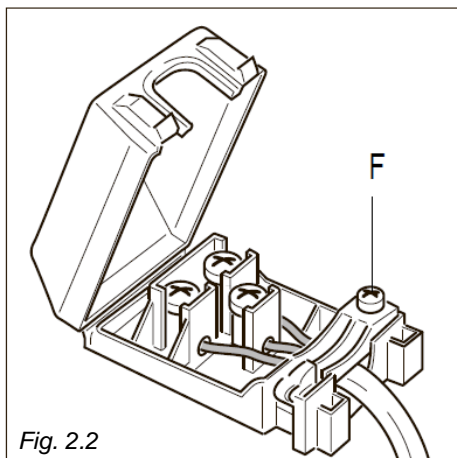

Fig. 2.2
- Aprire il pressacavo svitando la vite "F" (fig. 2.2); svitare le viti dei morsetti e togliere il cavo.